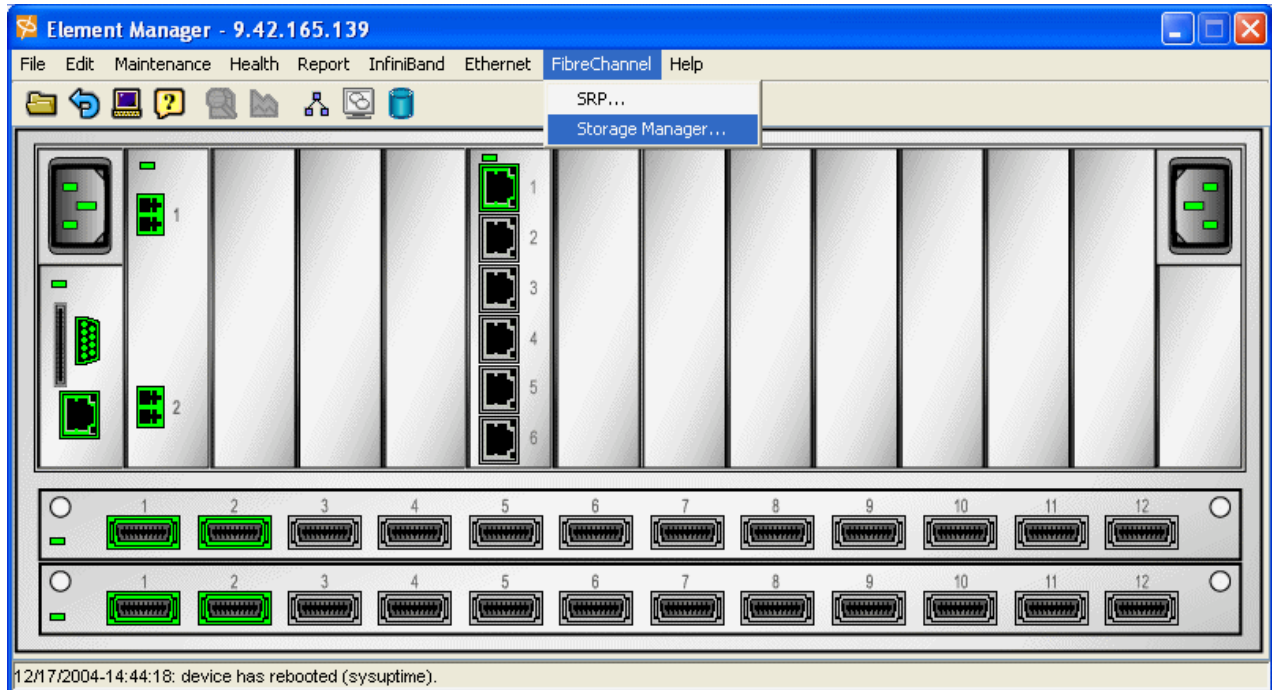

図 7-43 Element Manager
3. Element Manager で「FibreChannel」→「Storage Manager」を選択する（図 7-43）。